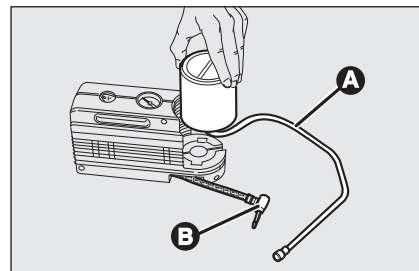

fig. 17
- ☐ desconecte el acoplamiento **B-fig. 17**;